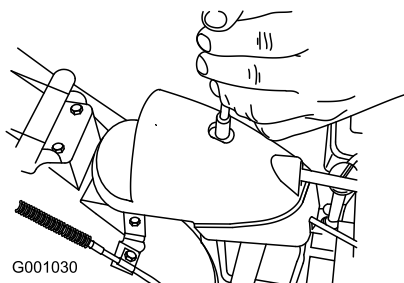

Bild 47
1. Nehmen Sie die Befestigung an der Getriebeabdeckung ab (Bild 47), heben Sie die Abdeckung vorne hoch und schieben Sie sie nach hinten.